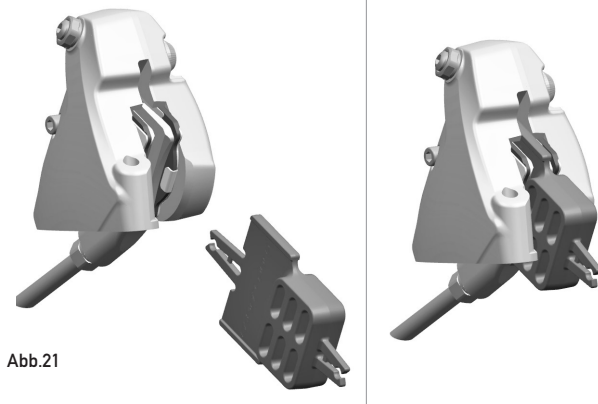

Abb.21
- Vergewissern Sie sich, falls Sie die Räder vom Fahrrad abmontieren müssen, dass Sie das Werkzeug für den Transport (Abb.21) eingesetzt haben, das bei einer zufälligen Betätigung der Bremshebel, die Annäherung der Bremsbeläge und damit das Einsetzen der Scheibe verhindert.